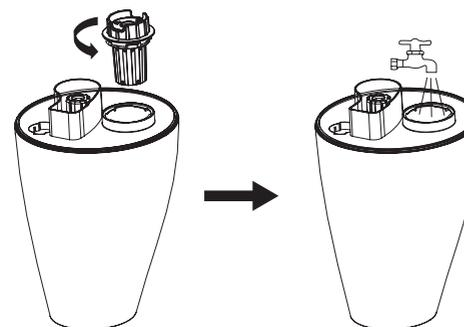

Рис. 3
2. Открутите крышку резервуара для воды против часовой стрелки (рис. 3) и залейте воду в емкость. Температура воды не должна превышать 40 °С.